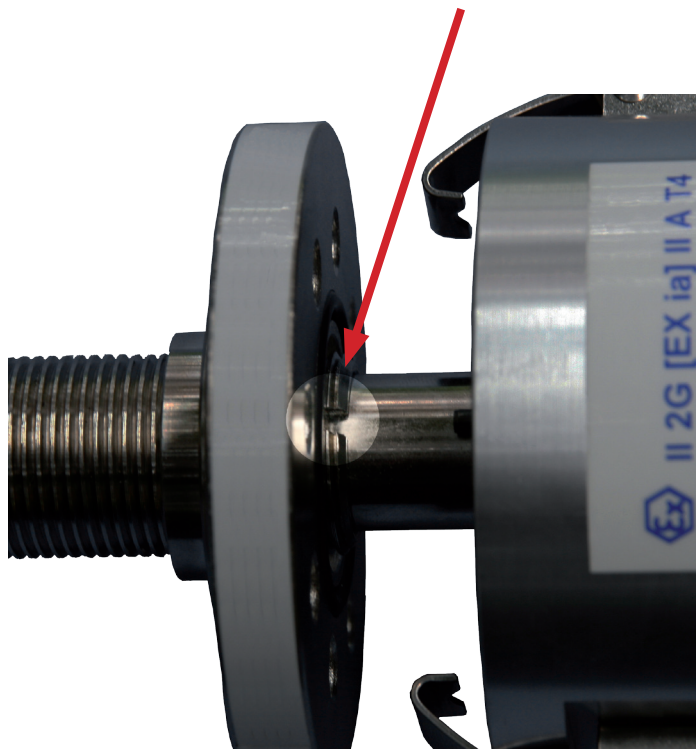

图 7: Top mark
**注意：**入孔的一面朝下，有顶部标记（一条定位线）的一面朝上(图 7)。